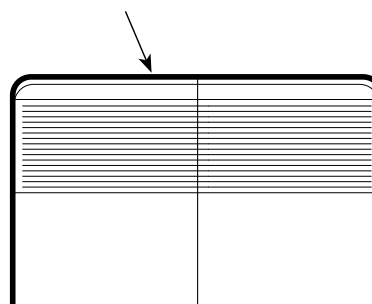
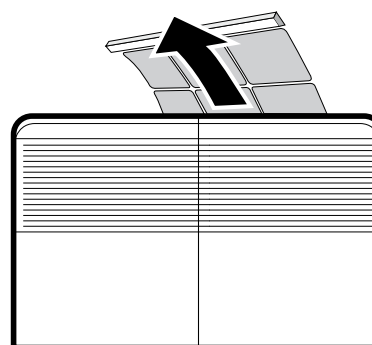

Fig. 1
Fig. 2
ARRÊT TEMPORISÉ (fig. 1)
MISE EN MARCHÉ TEMPORISÉE (fig. 2)
- Extraire les filtres en opérant aux points indiqués par les flèches (**fig. 1**) et les retirer en tirant délicatement vers soi-même. (**fig. 2**).